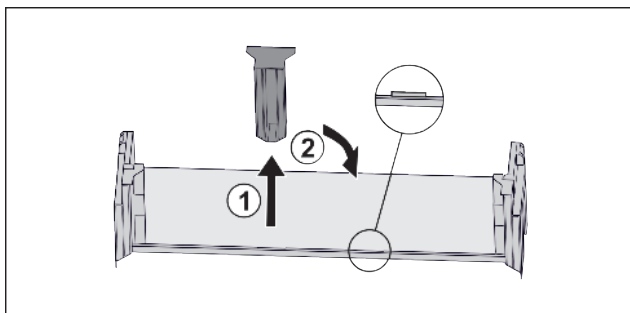

Fig. 16
- Stiahnite stredný prídržný diel Fig. 16 (1).
- Nasadíte stredný prídržný diel do druhej pozície Fig. 16 (2).